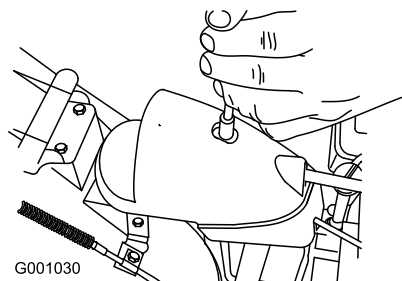

Figura 49
1. Retire o dispositivo de fixação na cobertura da engrenagem (Figura 49), eleve a frente da cobertura e deslize-o para trás afastando do caminho.